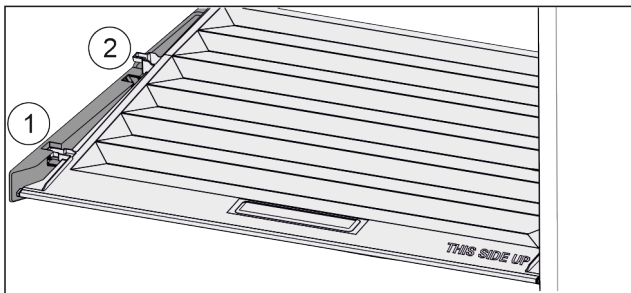

Fig. 115
- ▶ Trageți capacul în față Fig. 115 (1) până la orificiul din piesele suportului.
- ▶ Ridicați în spate de jos și scoateți Fig. 115 (2) în sus.